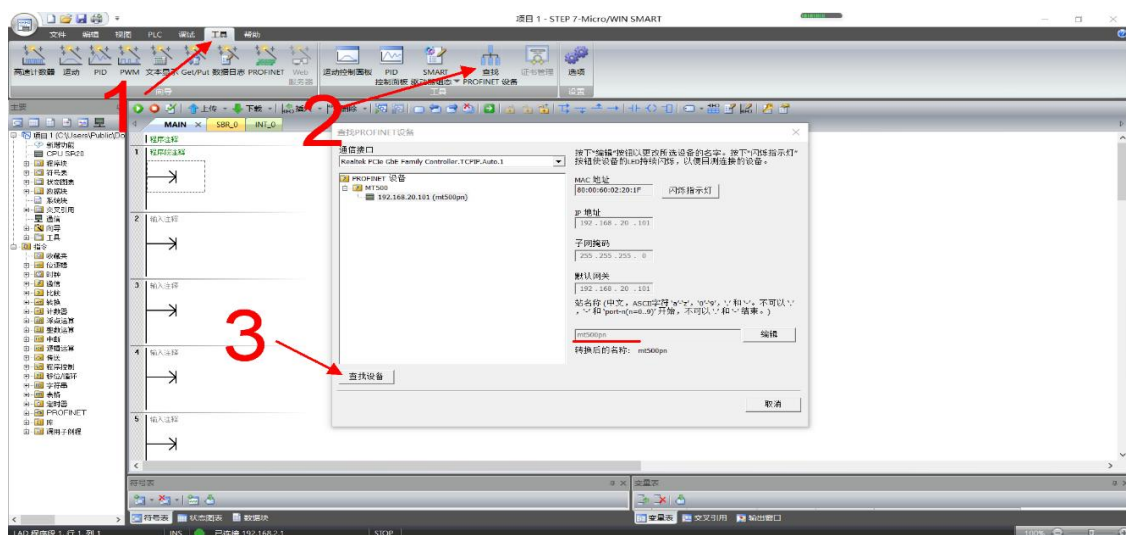

图 48 查找 PN 设备
(3) 下载成功后，如图 48 所示：点击查找设备，发现设备名、IP 地址与组态不一致。